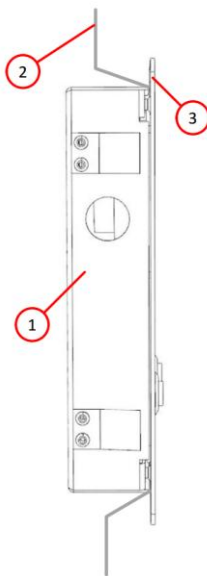

Рис. 2 - Сборка и монтаж вызывной панели. Вариант 3.
4. Панель (поз.3 рис.2) притягивается к корпусу с помощью винтов с внутренним шестигранником, входящих в монтажный комплект.